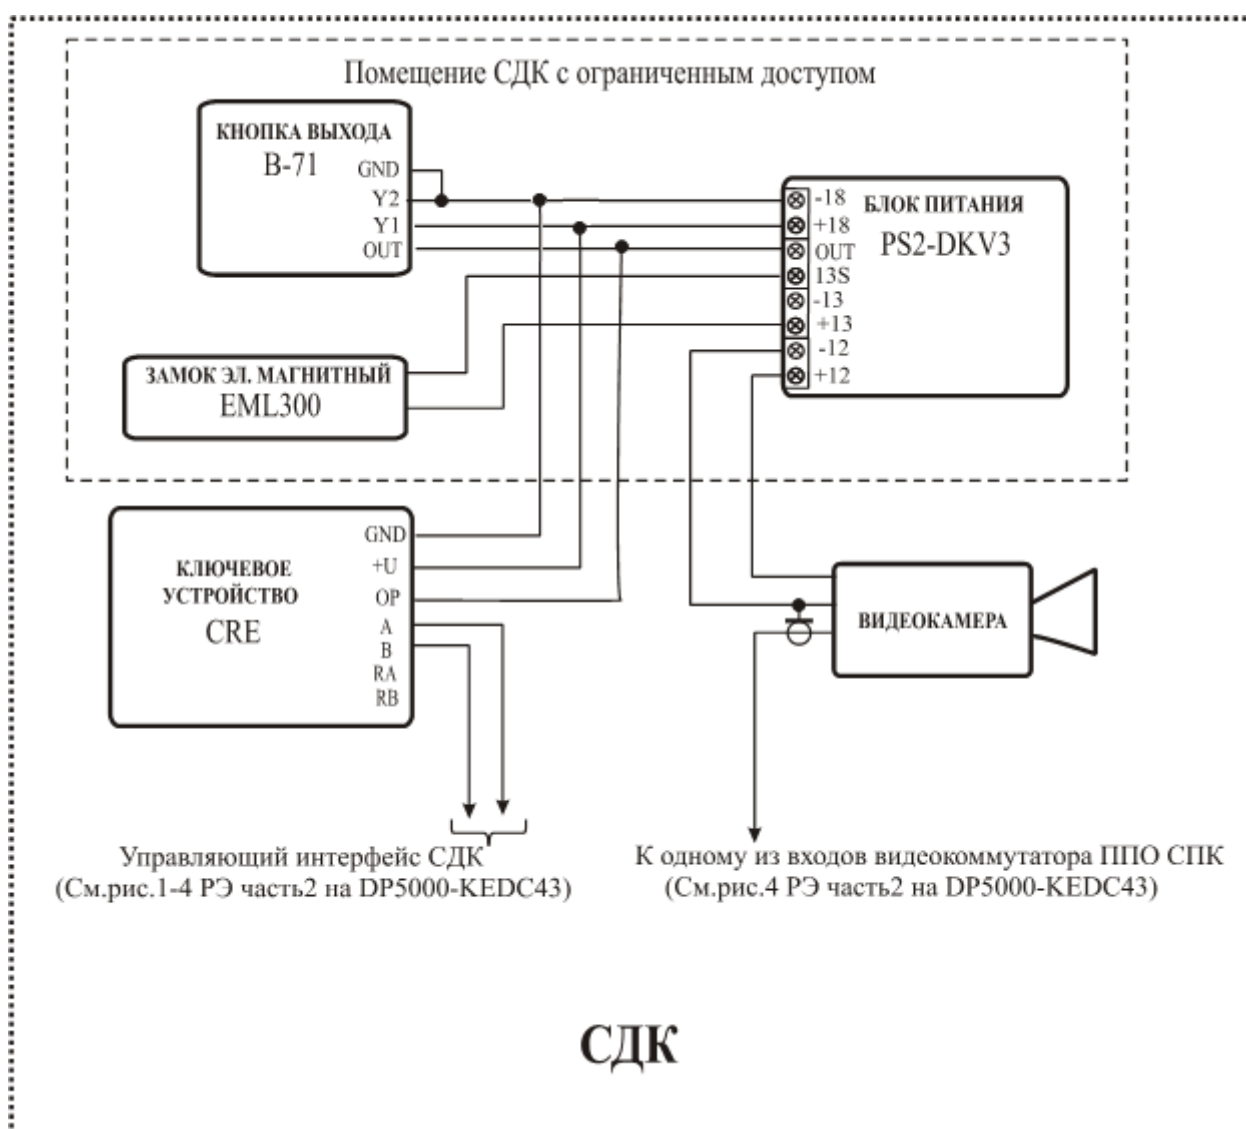

Рис.1 Схема подключения CRE к замку без платы управления и кнопки В-71.
5.1 Пример схемы подключения устройства приведен на рис.1. В дежурном режиме замок оказывается постоянно включенным, что обеспечивает закрытое состояние двери. В случае предъявления карты прохода (далее по тексту предъявлением карты прохода является прикладывание ключа EMF) к лузе считывателя, расположенной на лицевой панели CRE, или нажатии кнопки "Выход" происходит выключение замка, что позволяет открыть дверь. Подробную информацию о работе и правилах монтажа сетевого домофонного комплекса на базе DP5000-KEDC изложены в руководстве на сетевой домофонный комплекс.
7.2.6 Монтаж шины питания замка осуществляется проводом сечением не менее 0,5 мм². Монтаж остальных цепей подключения устройства вести проводом сечением не менее 0,2 мм². **Для подключения блока питания к сети 220В обязательно (!) должна быть установлена розетка.** Схема соединения блоков системы приведена на рис. 1.